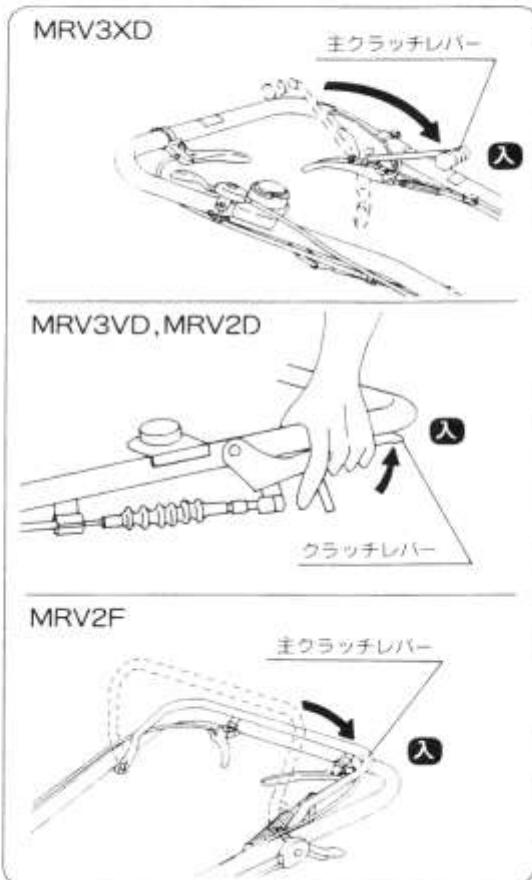

図10
- ③ 主クラッチレバーをゆっくり「入」の位置にします。(図10)